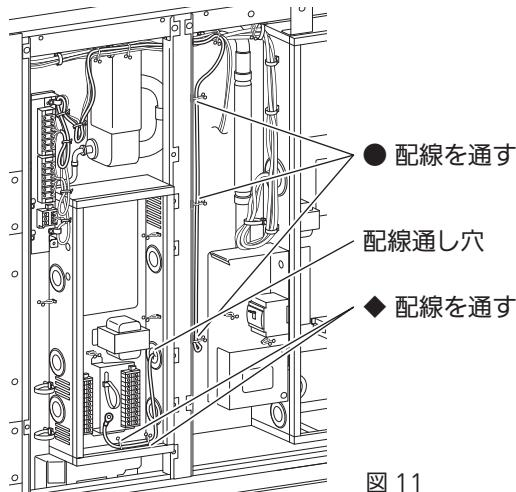

図 11
- ⑥ 先端が丸端子の配線(3本)を縦のフレームに取り付けた8の字固定具(3カ所、図11●部)を通して固定してください。
⑦ チラー電装ボックス右側面の中央の配線通し穴から配線を引き込み、下側に取り付けた8の字固定具(2カ所、図11◆部)を通してください。